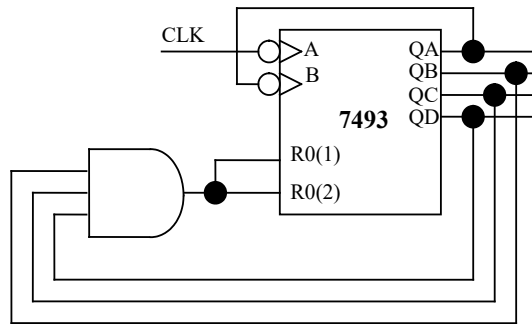

Figura 10.7 Numărător modulo 14 realizat cu circuitul 7493
Pentru realizarea unui numărător modulo 14 va fi necesară o logică combinațională care să aducă intrările R0(1) și R0(2) în 1 atunci când numărătorul ajunge în starea 1110 (figura 10.7).